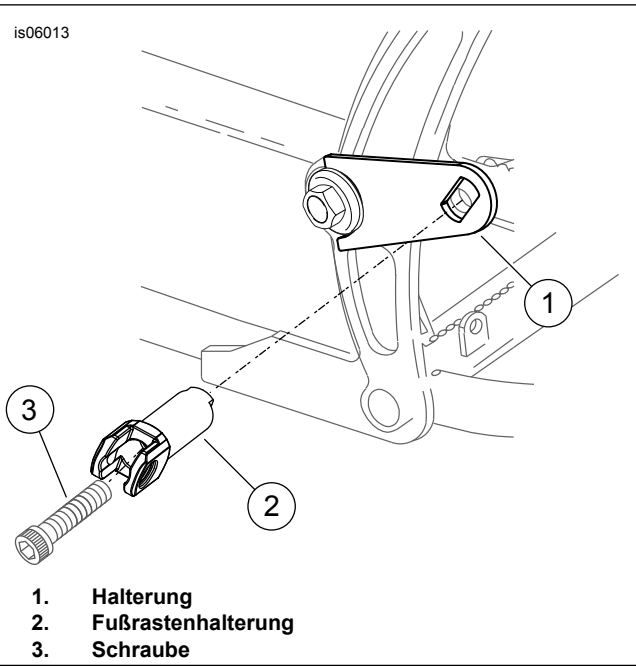

Abbildung 2. Halterungen und Fußrastenhalterungen einbauen
1. Siehe Abbildung 2. Fußrastenhalterungen (1) und Halterungen (2) wie folgt anbauen:
- a. Fußrastenhalterung (1) positionieren und die zuvor entfernte Schraube (3) durch den Träger (2) und das Befestigungsloch der Fußraste einsetzen.
- c. Die Schraube (3) auf ein Drehmoment von 61-67,8 N·m (45-50 ft·lb) anziehen.
2. Für die Anleitung zur Montage der Trittbretter (A) und (B) sowie der Gelenkzapfen an Ihrem Motorrad die entsprechende Einbauanleitung konsultieren.